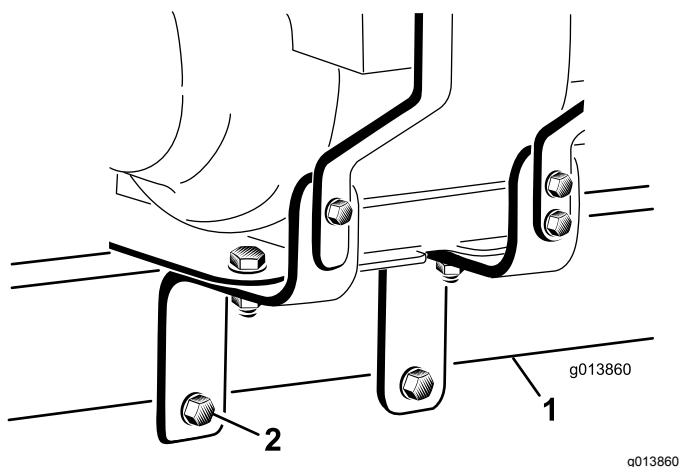

図 7
21. エンジン取り付けブラケットの穴にボルト2本 1/2" x 3"を通す エンジン取り付けブラケットの各外側面に平ワッシャが1枚当たるように、また、各ボルトがプロパスのヒッチチューブの底を貫通するように取り付けること。ナット2個 1/2"を手締めする 図 7。